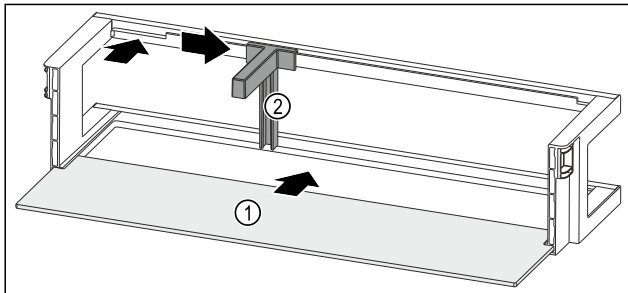

Fig. 240 Türabsteller mit Abstellfläche
- ▶ Abstellfläche Fig. 240 (1) in die seitlichen Aussparungen einschieben.
- ▶ Flaschenhalter Fig. 240 (2) in die Aussparung einsetzen.
- ▶ Flaschenhalter Fig. 240 (2) in gewünschte Position zur Seite schieben.